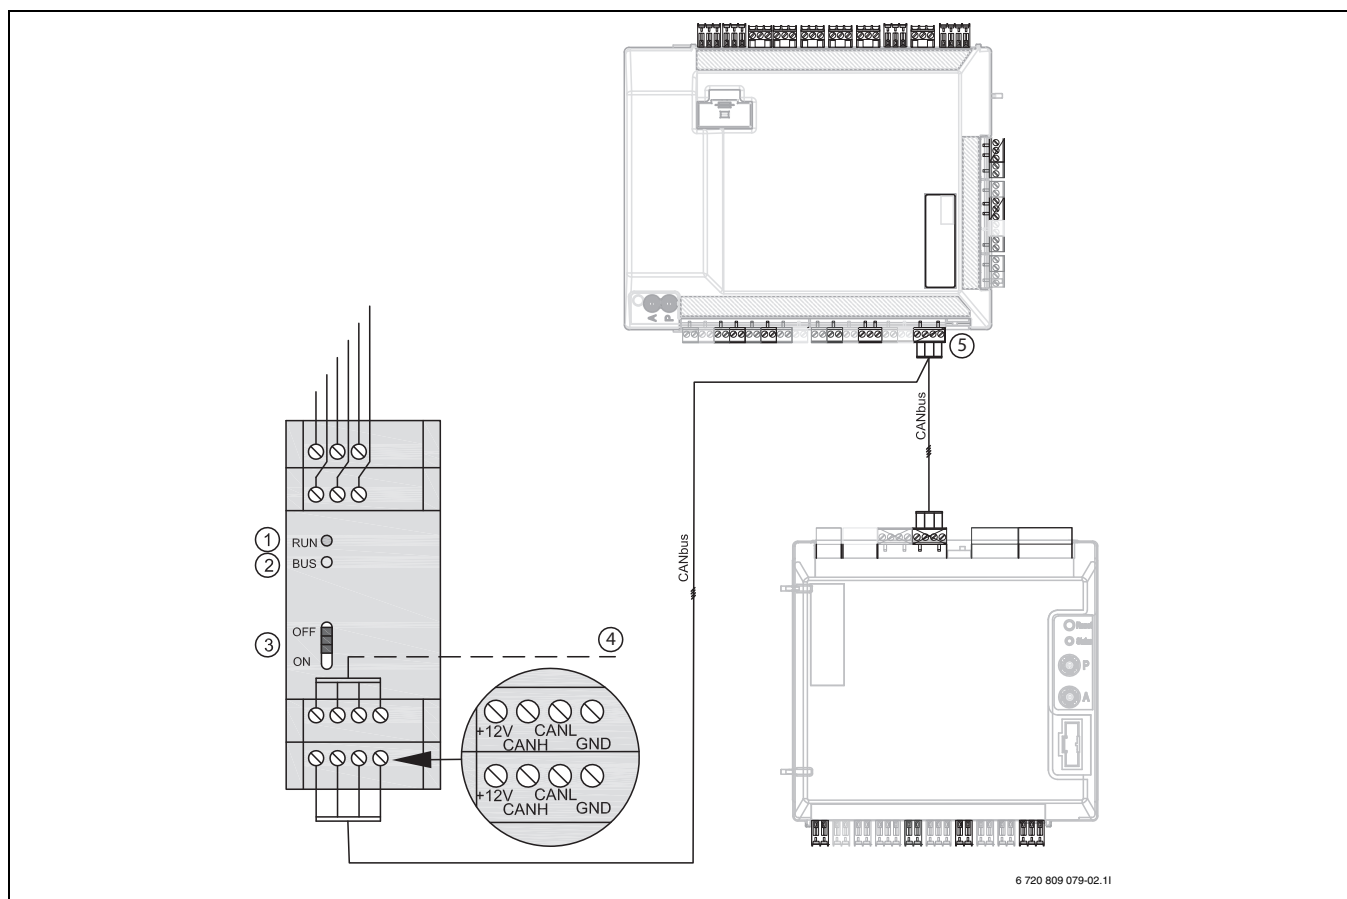

Fig. 2
- ▶ CANbus-kabel tussen installatiemodule in warmtepompmodule en vermogensbewaking aansluiten (→ afb. 2, 19). De kabel op de installatiemodule parallel op dezelfde klem als de warmtepomp aansluiten. In de vermogensbewaking kan elke willekeurige klem voor in- of uitgaande CAN-BUS-kabels worden gebruikt (→ [4] afb. 2, pagina 19).
- ▶ Afsluitweerstand op installatiemodule openen (→ [5] afb. 2, pagina 19).
- ▶ Vermogensbewaking (RCAN) afsluiten, wanneer deze de laatste eenheid op het CANbus-circuit is (→ [3] afb. 2, pagina 19).
De bedrijfslamp (→ [1] afb. 2, pagina 19) brandt groen, wanneer een vermogensbewaking is aangesloten en ingeschakeld.
Wanneer de CANbus actief is, brandt de CANbus-lamp (→ [2] afb. 2, pagina 19) geel. Wanneer de CANbus passief is, knippert de lamp geel.
- Raccorder le câble du bus CAN entre le module d'installation dans le module de pompe à chaleur et le délesteur (→ fig. 2, page 19). Brancher le câble au module d'installation de façon parallèle sur la même borne que la pompe à chaleur. Dans le délesteur, n'importe quelle borne de raccordement peut être utilisée pour les câbles CAN-BUS entrants ou sortants (→ [4] fig. 2, page 19).
- Ouvrir la terminaison du module d'installation (→ [5] fig. 2, page 19).
- Terminer le délesteur (RCAN) lorsqu'il constitue la dernière unité de la boucle de bus CAN (→ [3] fig. 2, page 19).
Le témoin lumineux de fonctionnement (→ [1] fig. 2, page 19) s'allume en vert lorsqu'un délesteur est raccordé et enclenché.
Lorsque le bus CAN est actif, le témoin de bus CAN (→ [2] fig. 2, page 19) s'allume en jaune. Lorsque le bus CAN est passif, le témoin clignote en jaune.